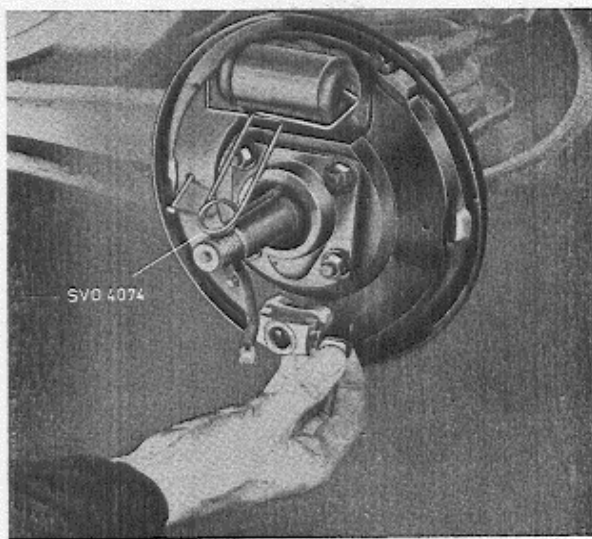

Abb. 44. Einstellkolben ausbauen.
5. Die Einstellschraube etwas einschrauben. Die Einstellkolben ausbauen, siehe Abb. 44.